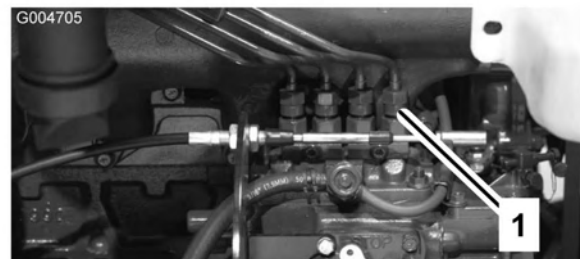

Figura 52
1. Desaperte a tubagem ligada ao bico do injector número 1 e à estrutura de suporte da bomba de injeção (Figura 52).